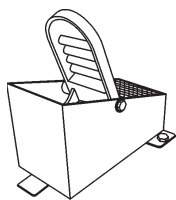

Figura 8. Pedal para el control de la velocidad de las llanas
3. El pedal para el pie derecho (Figura 8) controla las llanas y la velocidad del motor. La posición del pie en el pedal determina la velocidad de las llanas. La baja velocidad de las llanas se obtiene presionando ligeramente el pedal. La máxima velocidad del motor se obtiene presionando fuertemente el pedal.